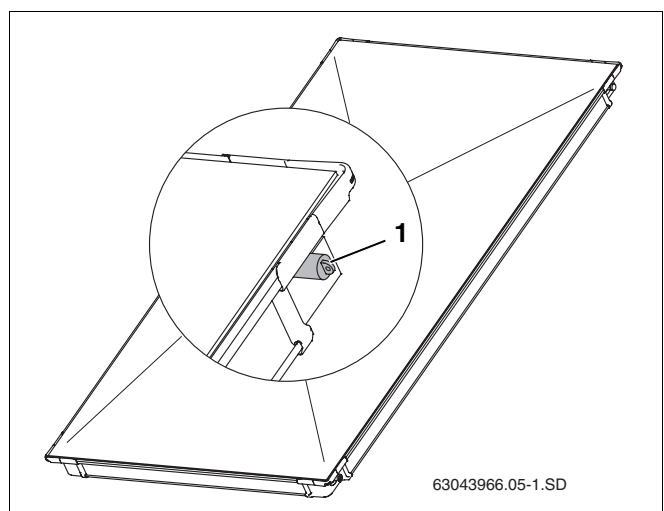

Abb. 6 Gummikappen auf Kollektoranschlüssen
- Entfernen Sie die Gummikappen (Abb. 6, Pos. 1) erst direkt vor der Montage.